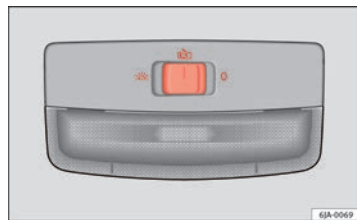

Fig. 61 Iluminación del interior – variante 2
- Gire el mando de las luces hasta la posición  ⇒ fig. 61.